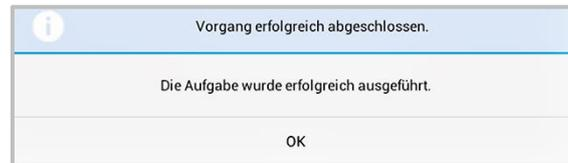

Abbildung 93: Xesar-Tablet – Vorgang erfolgreich abgeschlossen
- Ist Ihre Eingabe korrekt, erscheint eine entsprechende Rückmeldung (Abbildung 93: Xesar-Tablet – Vorgang erfolgreich abgeschlossen).